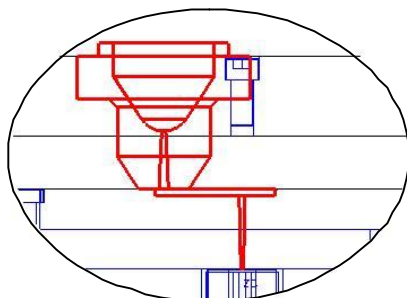

图7-77
20. 在菜单栏中选择【窗口】/【zj-shanggai.prt】选项，显示如图 7-77 所示的组件。